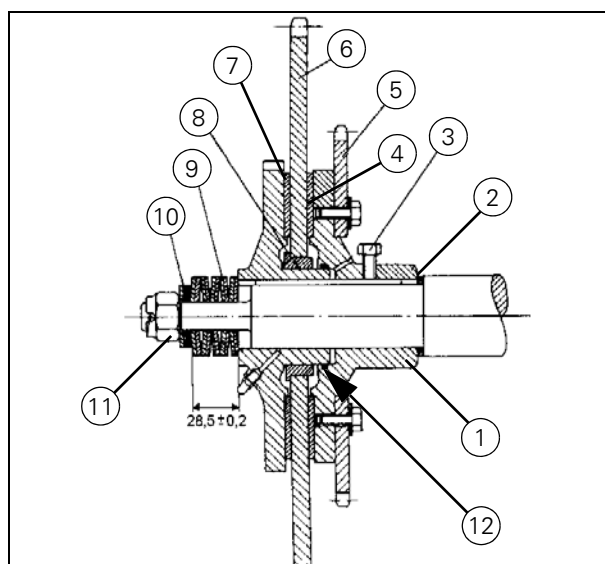

Рисунок 45
- ЗАПРЕЩАЕТСЯ смазывать подшипник скольжения (8) (Рис. 45).
- Установите новое уплотняющее кольцо (12) (Рис. 45) в ступицу муфты.
- Парно установите набор пружин (С) и плоский пружинный диск, как показано на (Рис. 45) (9). Сожмите пружины до размера (X) = $28,5 \pm 0,2$ мм.
- Установите необходимое количество промежуточных втулок (D) так, чтобы паз шплинта совпал с пазом гайки.
- Убедитесь, что звездочка (E) находится на одной линии со звездочкой промежуточного вала. При необходимости установите втулки в ступицу (F).
- После сборки через пресс-масленку запрессуйте консистентную смазку, пока она не покажется в отверстии ступицы муфты (B).